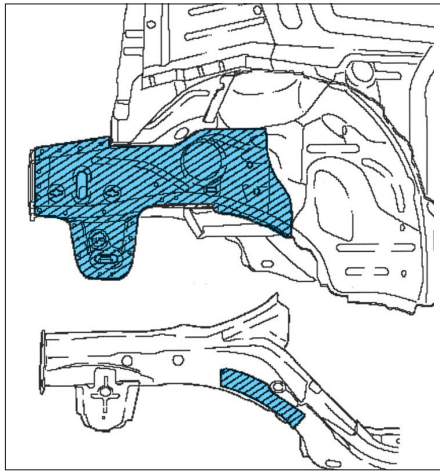

FIG. 12
- Déposer la tôle d'embout de longeron par perçage et le renfort (Fig.12).